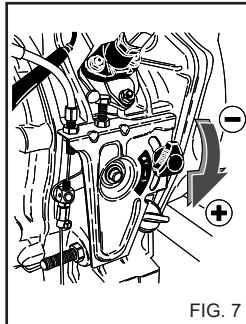

FIG. 7
1) Poner la llave del gasóleo en la posición ON 'abierta' (fig. 7).
b) Poner la llave del a gasoleo en la posición OFF 'cerrada' (fig. 7).